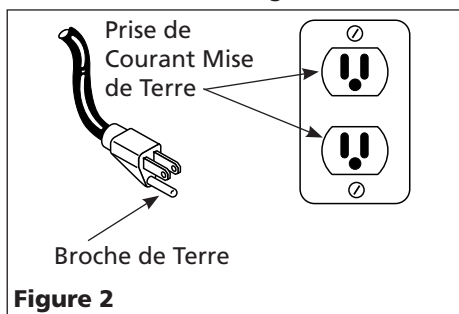

Figure 2
1. Ce produit est conçu pour l'utilisation d'un circuit de 120 volts et a une fiche de mise à la terre comme celle indiquée sur la Fig. 2. Assurer que le modèle est branché à une prise de courant qui a la même configuration que la fiche. Ne pas utiliser un adaptateur avec ce produit. Ce produit doit être mis à la terre. Dans l'événement d'un court-circuit, la mise à la terre diminue le risque de secousse électrique en fournissant un fil